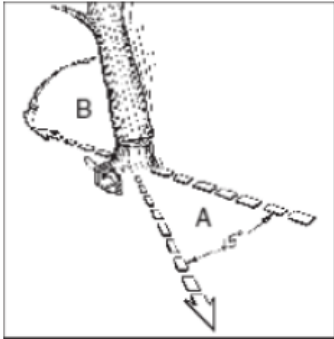

Fig 10a
**Achtung:** Vor Beginn des Schnitts muss ein Fluchtweg (A) geplant und freigegeben werden. Der Fluchtweg muss nach hinten und diagonal verlaufen, in die entgegengesetzte Fallrichtung, wie in Abb. 10a.
ACHTUNG: Wenn sich der Fällschnitt dem Scharnier nähert, sollte der Baum zu fallen beginnen. Wenn der Baum zu fallen beginnt, entfernen Sie die Säge aus dem Schnitt, stellen Sie den Motor ab, legen Sie die Kettensäge ab und verlassen Sie den Bereich über den Fluchtweg (Abb. 10a).